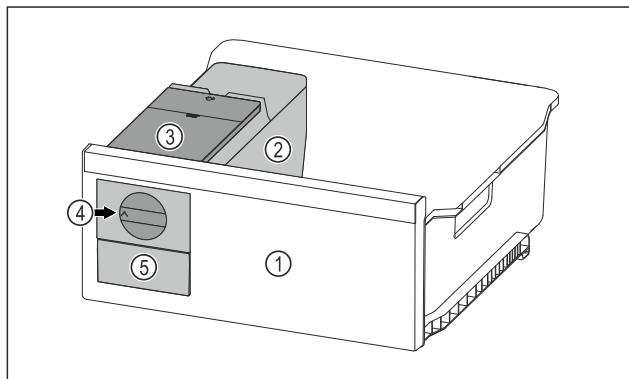

Fig. 79 Примерно изображение
- Завъртете въртящото се копче Fig. 79 (4) по часовниковата стрелка до упор.
- Ледените кубчета падат от формата за ледени кубчета в чекмеджето за ледени кубчета Fig. 79 (5).